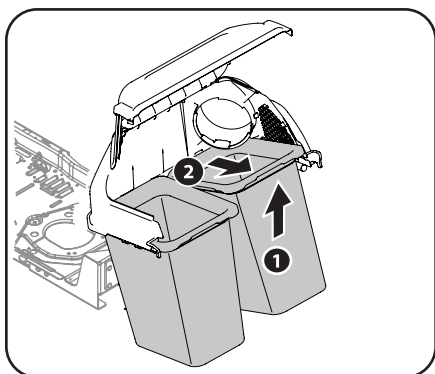

Figure 5-2
2. Pour retirer les sacs collecteurs, soulevez chaque sac (1) et retirez-le du support (2). Voir Figure 5-2.